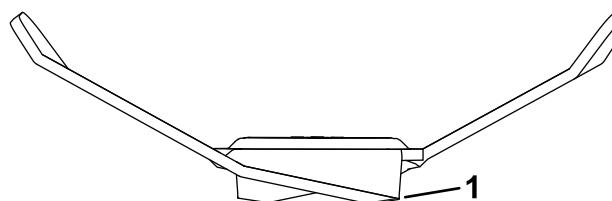

Figura 90
2. Ispezionate i taglienti (Figura 89 e Figura 90).
1. Utilizzate una lima o uno strumento di affilatura per affilare il tagliente su entrambe le estremità della lama (Figura 90).